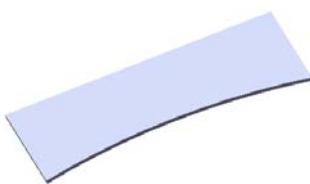
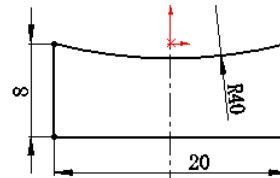

图 3.2 基体—法兰 1
图 3.3 横断面草图
Step2. 创建图 3.2 所示的钣金基础特征——基体—法兰 1。
(1) 选择命令。选择下拉菜单 **插入(I)** → **钣金(H)** → **基体法兰(A)...** 命令(或单击“钣金”工具栏上的“基体法兰/薄片”按钮 )。
(2) 定义特征的横断面草图。
① 定义草图平面。选取前视基准面作为草图平面。
② 定义横断面草图。在草图环境中绘制图 3.3 所示的横断面草图。
③ 选择下拉菜单 **插入(I)** → **退出草图** 命令，退出草图环境，此时系统弹出“基体法兰”对话框。
(3) 定义钣金参数属性。
① 定义钣金参数。在 **钣金参数(S)** 区域的 **厚度(T)** 文本框中输入厚度 0.3。
② 定义钣金折弯系数。在 **折弯系数(A)** 区域的下拉列表中选择 **K 因子** 选项，把文本框 **K** 的因子系数改为 0.4。
③ 定义钣金自动切释放槽类型。在 **自动切释放槽(T)** 区域的下拉列表中选择 **矩形** 选项，